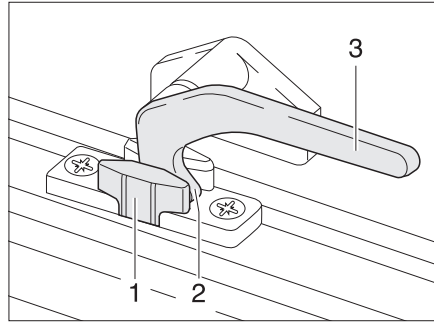
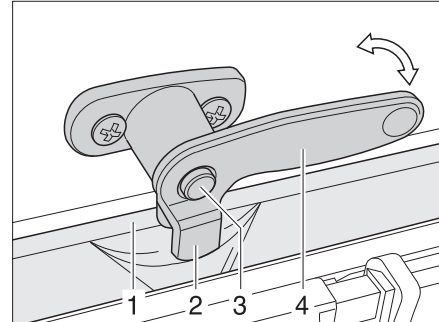

Fig. 66 Leva di serraggio in posizione "Aerazione continua"
Fig. 67 Leva di serraggio con bottone di sicurezza in posizione "Aerazione continua"
- In posizione di "Aerazione continua" (Fig. 66)
- Se presente, premere il bottone di sicurezza (Fig. 67,3) e mantenerlo premuto.
- Ruotare la leva di serraggio (Fig. 66,3 o Fig. 67,4) di un quarto di giro verso il centro della finestra.
- Girare nuovamente all'indietro la leva di serraggio. Far entrare il nasello di chiusura (Fig. 66,2 o Fig. 67,2) nella rientranza della chiusura della finestra (Fig. 66,1 o Fig. 67,1).